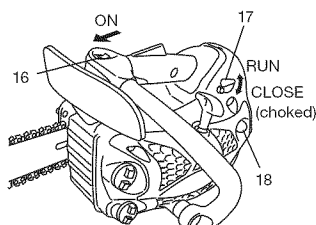

Fig. 10
#### Démarrage (Fig. 10, 11)
1. Placez le commutateur "marche-arrêt" (16) en position "marche" (ON).
"Presser la poire de la pompe d'amorçage (18) (si la machine en est munie) à plusieurs reprises pour que le carburant puisse s'écouler vers le carburateur (Fig. 10).
2. Poussez le levier d'étranglement (17) à fond vers le bas. Cette opération permettra de verrouiller automatiquement le papillon du carburateur dans la position de démarrage. (Fig. 10)
3. Tirer vivement sur la poignée du lanceur à retour automatique (6), ne pas relâcher la poignée brusquement mais d'accompagner son retour (Fig. 10).
4. Lorsque vous entendez que le moteur va démarrer, tirer la gachette d'accélérateur (20) avec la gachette de sécurité pressée (19). Le papillon des gaz passe ainsi de la position de démarrage à la position de fonctionnement et ramène automatiquement le levier d'étranglement en position de fonctionnement. (Fig.10, 11)